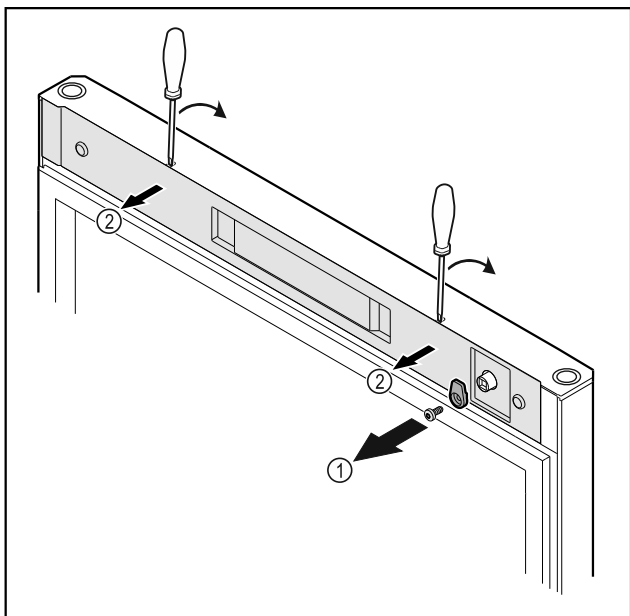

Fig. 21
- Svitare i ganci di chiusura Fig. 21 (1).
- Disinnestare la copertura Fig. 21 (2) con l'ausilio di un piccolo cacciavite e rimuoverla.